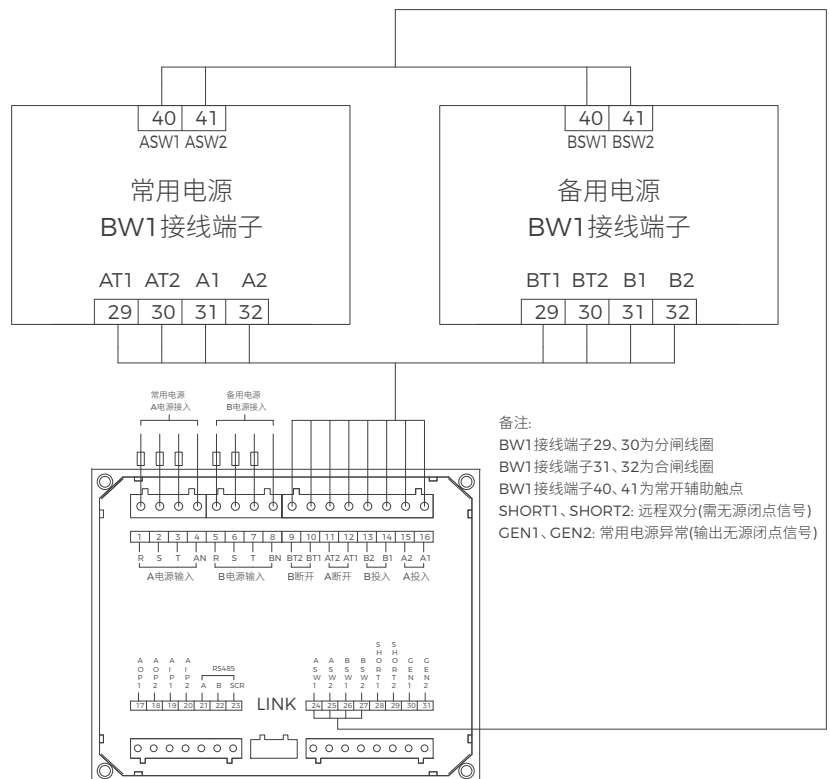

图 35
两台 BW1 断路器加装机械联锁及加装 BQ3 系列 H 型控制器可组成自动转换开关（接线见图 35）。
2. 双电源自动转换系统除按右图 35 接线外，断路器本体仍需接线。具体接线见“BW1 系列接线图”。因分励、闭合已接线，故本体建议接控制器，电动机，及断路器状态指示触点。